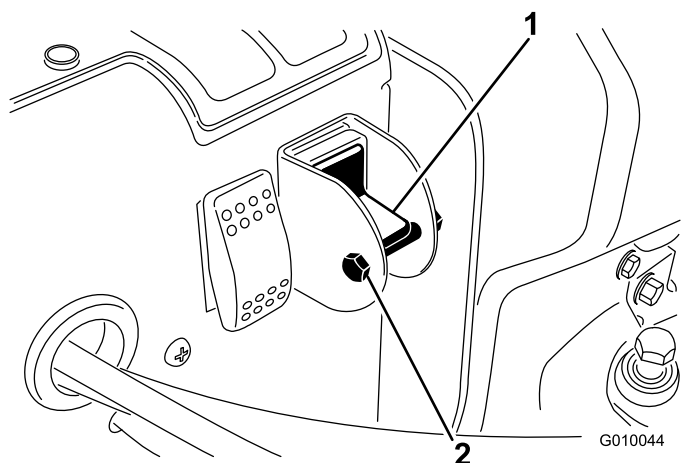

Рисунок 29
3. Снимите стопорный болт и гайку с переключателя режимов (Рисунок 29).